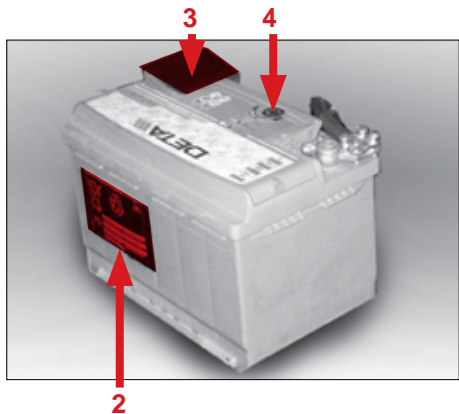

Fig. 99
Respecter la notice d'utilisation de la batterie. La notice d'utilisation de la batterie est fixée sur le côté de cette dernière pos. 2 (Fig. 99).
- Veiller à ce que le cache de la borne positive soit toujours en place et correctement raccordé pos. 3 (Fig. 99).
- Tenir compte du témoin de contrôle de la batterie. Le témoin de contrôle se trouve sur la partie supérieure de la batterie pos. 4 (Fig. 99) :
8. Retirer le recouvrement de protection pos. 3 (Fig. 99) pour accéder à la vis de serrage. Desserrer la borne de câble sur le pôle positif et la retirer. Poser le câble de manière qu'il ne touche pas la machine. Enrouler du matériau isolant autour de la pièce conductrice de la borne de câble afin d'exclure tout risque d'électrocution.